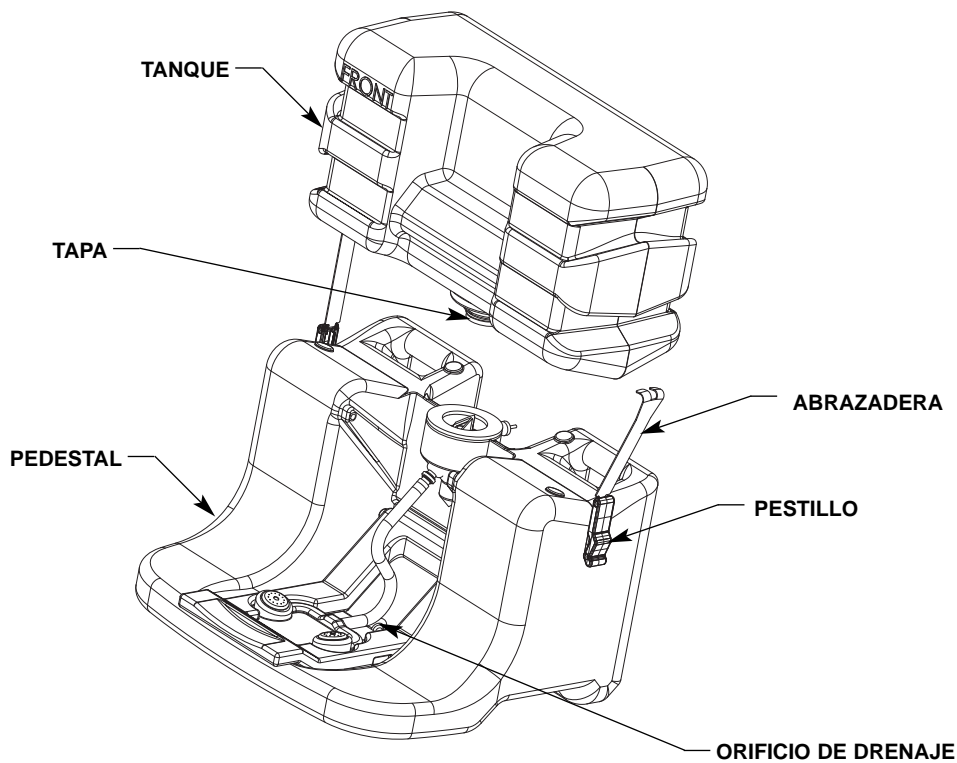

Figura 2b
Coloque el pedestal en la camisa calentadora. Para obtener mejor acceso para la instalación del tanque, afloje la camisa calentadora opcional de alrededor del pedestal. Inserte el tubo del orificio de drenaje en el fondo del pedestal en el orificio en la parte posterior de la camisa calentadora. La ubicación del orificio de drenaje se muestra en la Figura 2b, página 15.
6. Invierta el tanque y colóquelo encima del pedestal (vea Figura 2b, página 15). Puede ser necesario un leve ajuste de la posición del tanque para obtener la colocación correcta del mismo sobre el pedestal. El perforador en el pedestal hará un orificio en el tapaflujo de la tapa del tanque para permitir el flujo de la solución.
8. Monte el tanque al pedestal usando las abrazaderas del tanque. Asegure los pestillos al pedestal (vea Figura 2b, página 15).
1. Separe cuidadosamente el tanque del pedestal y drene la solución del tanque (disponga de la solución apropiadamente). Para facilitar el drenaje, el pedestal tiene un orificio de drenaje que recibe un tubo de 1/2" de diámetro interior en la parte inferior del orificio (el tubo no está incluido) (vea Figura 2b de la página 15 para la ubicación del orificio de drenaje).